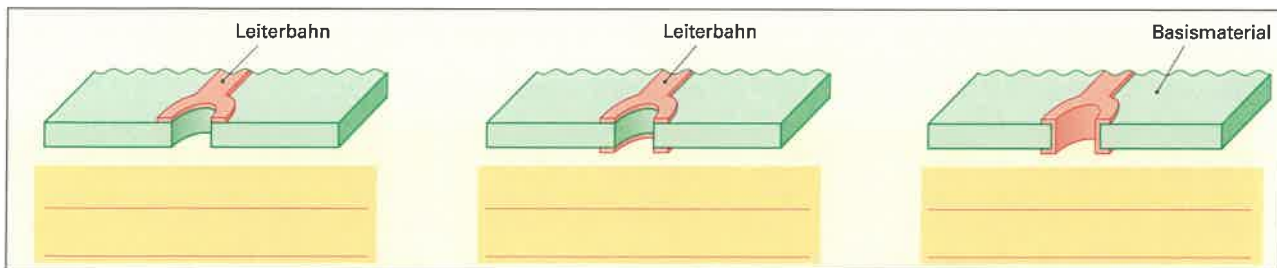

Bild 3: Arten von Leiterplatten
4. Benennen Sie im **Bild 3** die Leiterplattenarten.